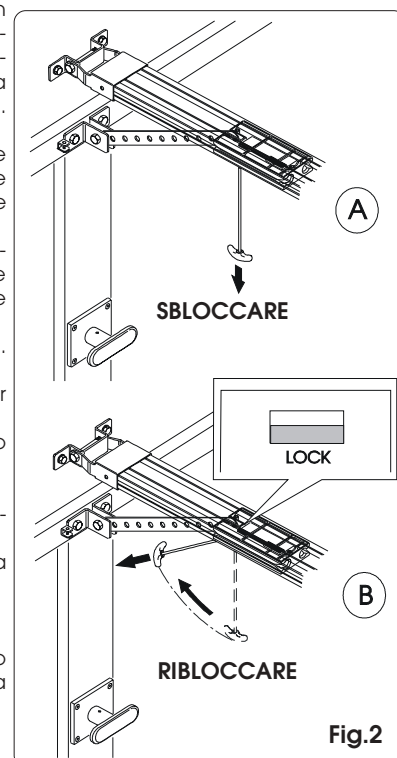

Fig.2
- Sbloccare l'operatore tirando verso il basso la maniglia di sblocco (fig. 2 rif. A).
- Ribloccare l'automazione tirando orizzontalmente la maniglia (fig. 2 rif. B) ed accertarsi che, al rilascio, la finestrella "LOCK" posta sotto al carrello sia di colore rosso, a conferma del corretto riarmo.